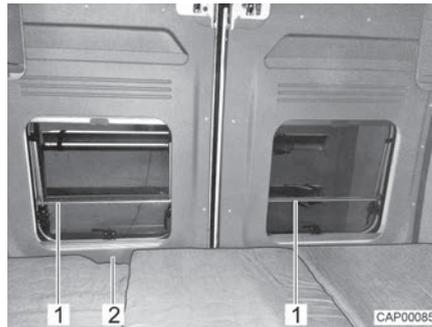

Fig. 38 Protección contra caídas (cama trasera longitudinal)
- ▷ Las ventanas de las puertas traseras están equipadas con una protección contra caídas (Fig. 38,1). La puerta trasera se puede abrir desde el interior a través del orificio (Fig. 38,2).